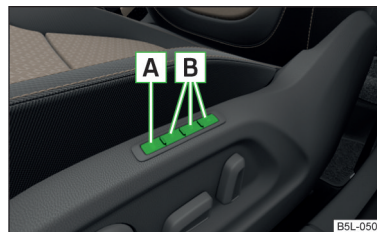

Fig. 42
La función Memory para el asiento del conductor ofrece la posibilidad de memorizar la posición del asiento del conductor y de los espejos retrovisores exteriores. Puede asignarse una posición de ajuste a cada una de las tres teclas de memoria  » fig. 42.
- Pulse la tecla **SET** **A** » fig. 42.
- Pulse la tecla de memoria deseada **B** » fig. 42.
- Pulse la tecla de memoria deseada **B** » fig. 42 durante un lapso prolongado.
- Pulse y mantenga pulsada una tecla cualquiera de la memoria **B** » fig. 42 de la página 67. Una vez de que el asiento haya adoptado la posición guardada en la tecla correspondiente, pulse simultáneamente la tecla **Ⓜ** de la llave con el mando a distancia en el lapso de los 10 segundos siguientes. ▶
➤ Pulse la tecla **[SET] [A]** » fig. 42 de la página 67 y manténgala pulsada. Pulse simultáneamente la tecla **[🔑]** en la llave con mando a distancia en un lapso de 10 segundos.